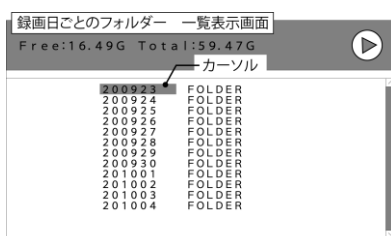

図10
- ④ディスプレイに“録画日ごとのフォルダー”が一覧表示されます。“上/下ボタン”、“左/右ボタン”で確認したいフォルダーへカーソルを合わせ、“決定ボタン”で確定してください（図10参考）。